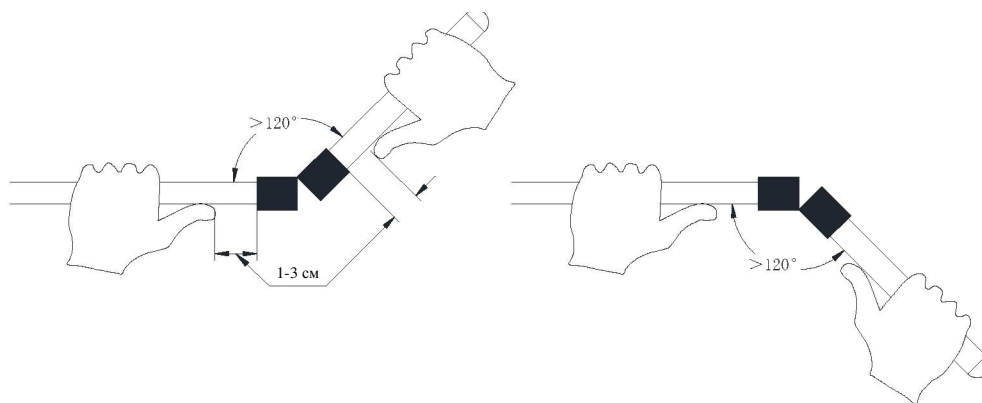

Рисунок 3: Схема размыкания
10.2 Аккуратно приложить изгибающее усилие на черный участок разрыва в центре. Равномерно приложить радиальное усилие. Когда угол толкателя составит около 120° , согнуть его в противоположном направлении до отсоединения толкателя, в результате чего обнажается вытяжной проводник (Рисунок 3).